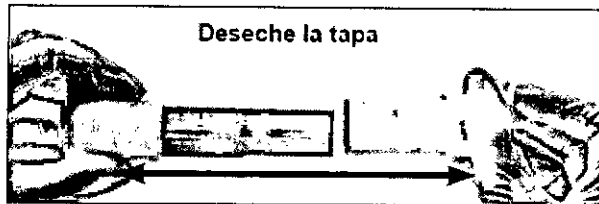

Figura 5: Separación del sistema cargador
b. Introduzca la válvula Zephyr EBV en el cartucho del embudo del cargador tirando suavemente de los extremos del cargador en direcciones opuestas hasta que la hebra de monofilamento se haya desprendido por completo (vea la figura 5).